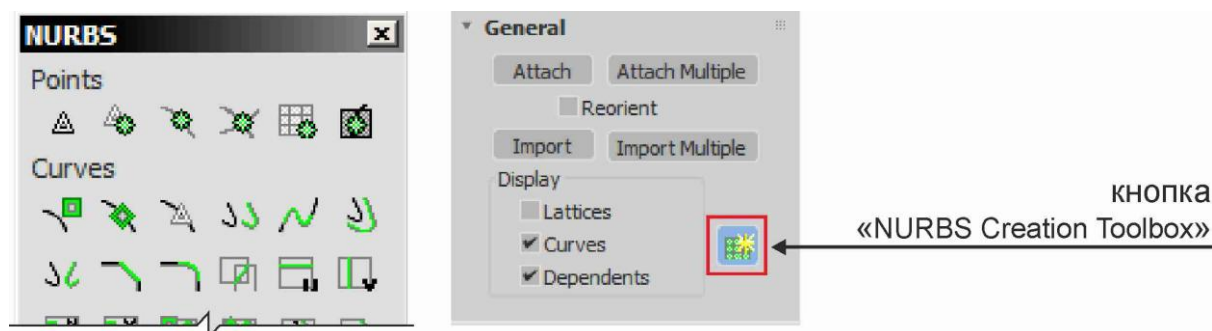

Рис. 24
*Внимание! Для быстрого доступа к некоторым командам можно использовать палитру «**NURBS**», которая вызывается кнопкой «**NURBS Creation Toolbox**» в свитке «**General**» (рис. 24).*